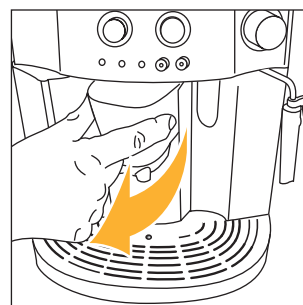
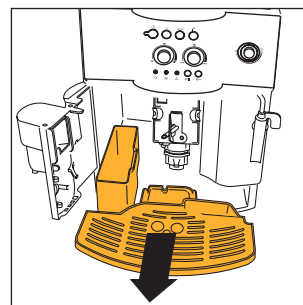

Fig. 15
Fig. 16
OPMERKING 7: het apparaat telt de hoeveelheid gezette kopjes koffie. Na elke 14 gewone kopjes (of 7 dubbele), brandt het controlelampje ☹ continu hoofdstuk 12 – punt 3) om aan te geven dat het bakje voor koffiedik vol is. Maak het bakje leeg en reinig het. Zolang het bakje voor koffiedik niet wordt gereinigd, blijft het controlelampje branden en kan geen koffie worden gezet. Voor de reiniging, open het deurtje vooraan door aan het afgifteblok te trekken (fig. 15); het controlelampje ☹ knippert (zie hoofdstuk 12 punt 9); verwijder nu het druiptakje (fig. 16), ledig en reinig het. Maak het bakje voor koffiedik leeg en reinig het, door alle restjes die zich op de bodem hebben afgezet zorgvuldig te verwijderen. Droog ook eventuele druppels condensvocht af aan de binnenkant van het apparaat en onder het druiptakje.
- open het dienstluikje (fig. 15);
- verwijder het druiptbakje en het bakje voor koffiedik (fig. 16) en was deze;